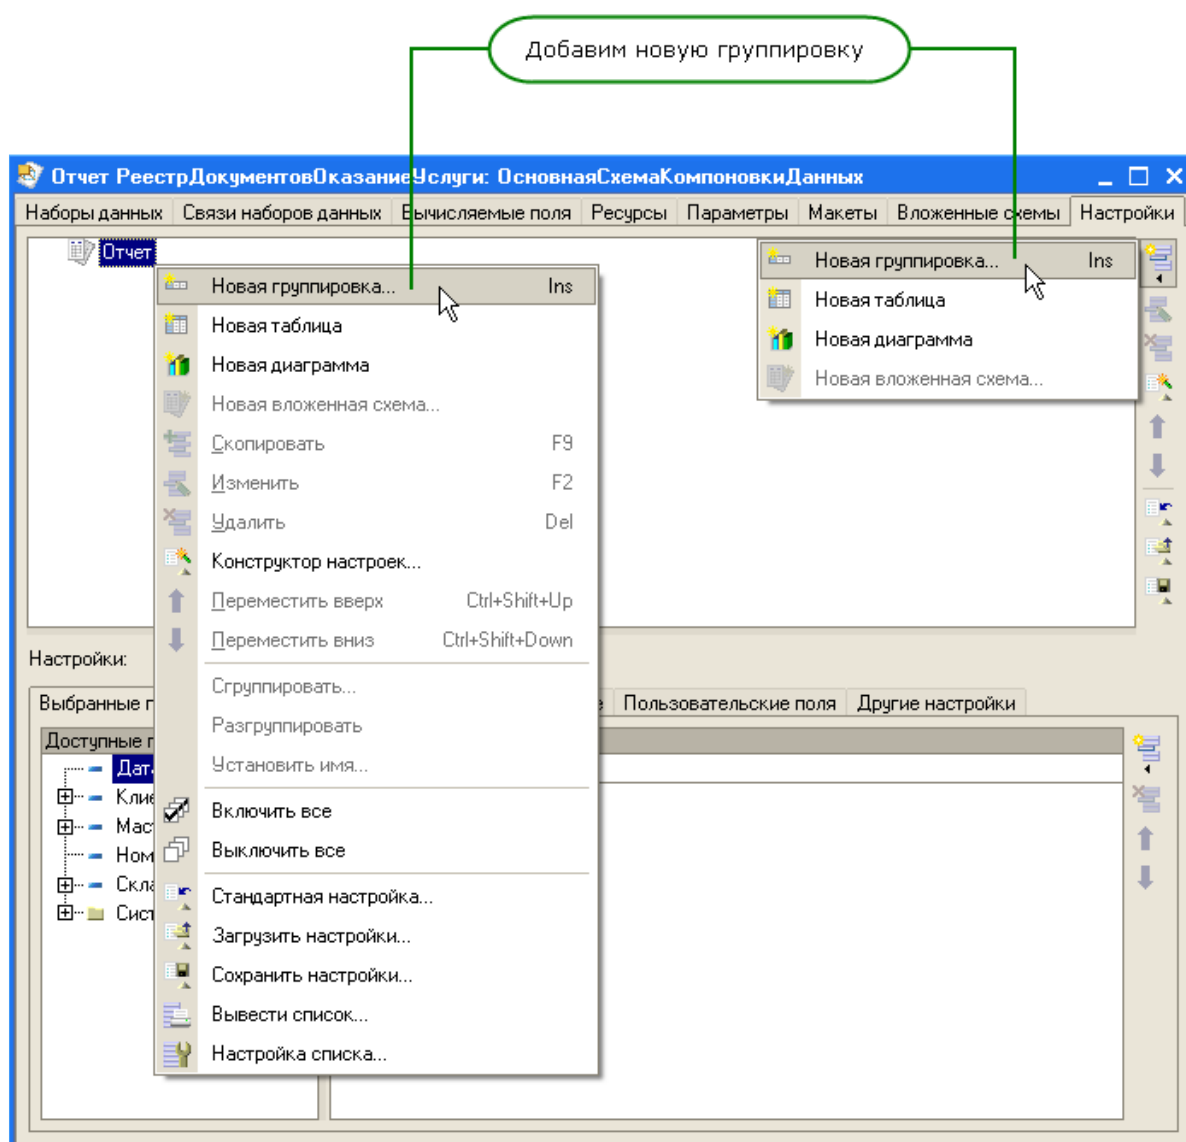

Рис. 9. Командная панель закладки Настройки
10. Перейдите на закладку Настройки и добавьте новую группировку в структуру отчета (рис. 9).